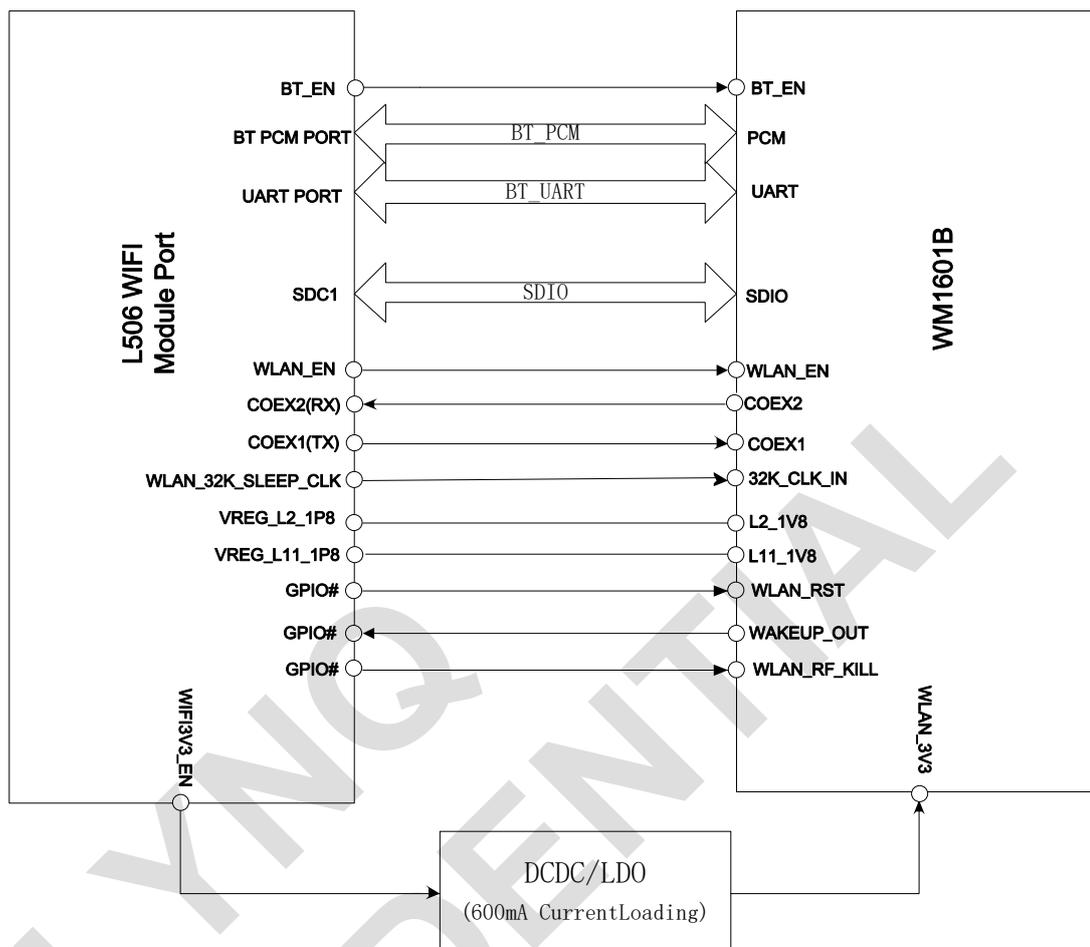

图 3-26 WLAN推荐应用示意图(移柯WM1601)
- 图 3-26 为支持移柯的 WIFI 模块示意图,详细应用参考设计详见《L506_Reference Design》